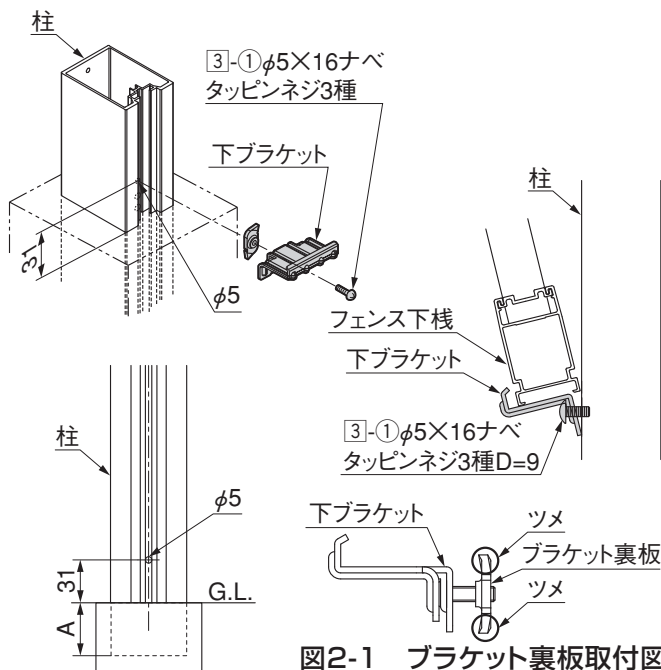

図2-1 ブラケット裏板取付図
- ブラケット裏板には表裏があります。角部にツメが立っている側を下ブラケットに向けてください。(図2-1参照)